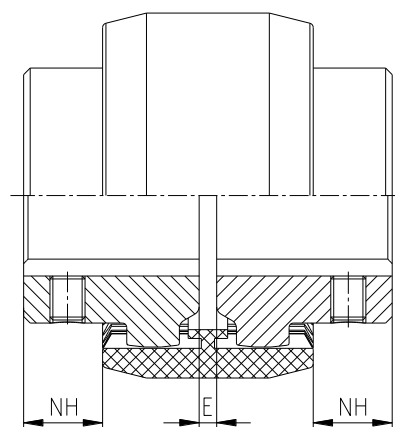

図 14: カップリングの取付け方法
- 機械を軸方向に移動して寸法 E を確保して下さい (図 14 をご参照)。
- スリーブとハブのアライメントを調整し、寸法 E と NH をそれぞれ確認して下さい。(図 14, 第 1 章参照)。